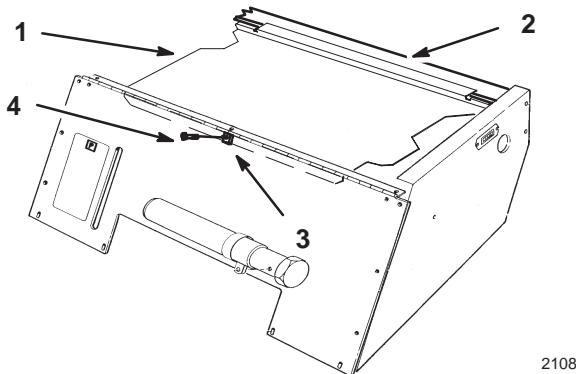

Figure 13
1. Soulevez le siège et enlevez le boulon central (Fig. 13).
2. Dégagiez le protège-courroie du rebord arrière de sécurité à l'arrière de l'ouverture (Fig. 13).
3. Déposez le protège-courroie (Fig. 13).
2. Engagez le rebord arrière du protège-courroie dans l'arrière de l'ouverture (Fig. 13).
3. Vissez le boulon central dans l'écrou et le protège-courroie (Fig. 13).